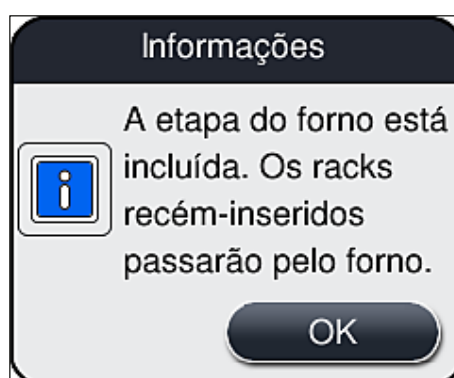

Fig. 37
3. Aplique a configuração pressionando o botão **Salvar** (→ Fig. 33-5) e observe a mensagem de informações subsequente (→ Fig. 37) e confirme com **OK**.